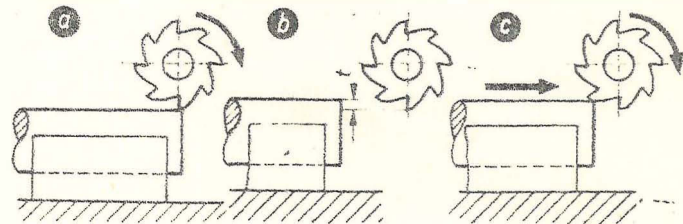

Fig. 5
- Al trabajar hágase que la fresa roce ligeramente sobre la pieza. (Fig. 5a) Retírese un poco la mesa y con ayuda del tambor graduado súbase de 2 á 3 mm. Fíjese a continuación la mesa de consola - Acérquese con cuidado la fresa a la pieza y establezcanse el movimiento de avance y la refrigeración. (Figs. 5 b, y 5 c).